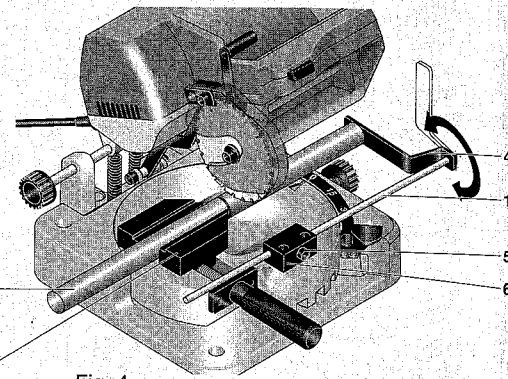

Fig. 4
7.2.3 Arbeiten mit dem Längsanschlag (Siehe hierzu Fig. 4)
Falls das Werkstück beim Durchtrennen zum Verkanten neigt, kann das Anschlagblech 4 wie in Fig. 4 gezeigt weggeschwenkt werden.